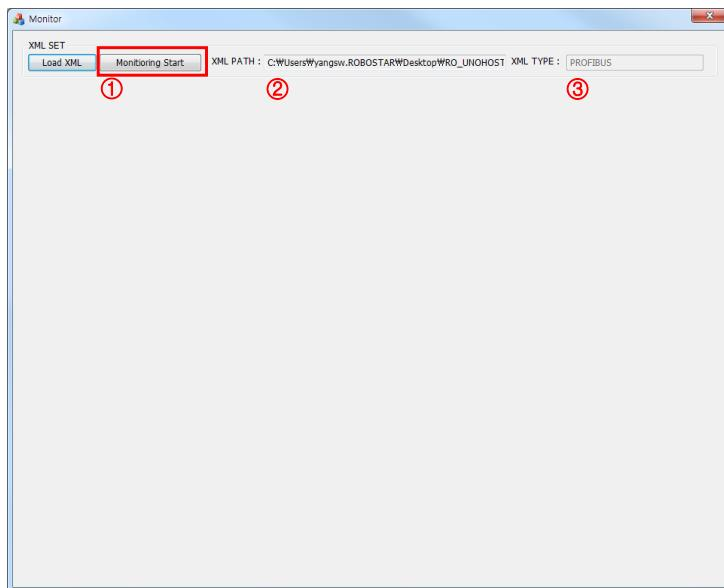
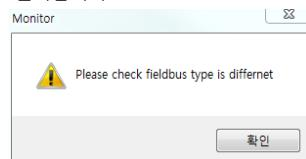

Figure 5-4
Figure 5-5
Monitoring Start 버튼을 누르면 불러온 XML 필드버스 타입과 연결되어 있는 제어기에 설정된 필드버스 타입을 비교합니다. 만약 필드버스 타입이 일치 하지 않으면 (Figure 5-5) 대화 창이 나오며 (Figure 5-4)로 돌아갑니다.
- ▶ (Figure 5-5) 대화 창이 나타난 경우 제어기가 SYSTEM 모드인지 확인하시기 바랍니다.
(Figure 5-4) 대화창의 Monitoring Start 버튼을 눌러 모니터링을 시작합니다..